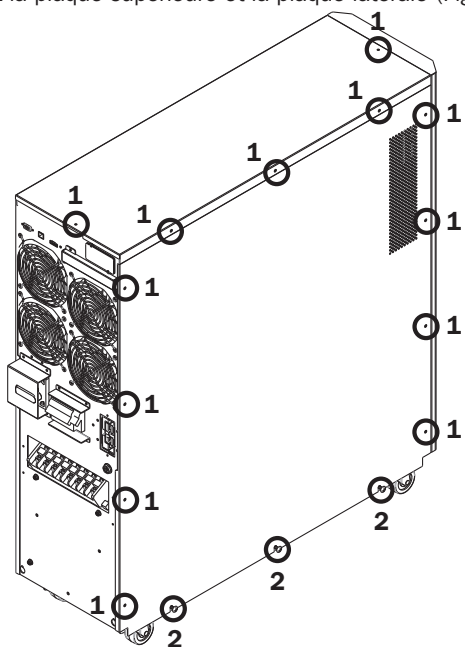

Figure 3-1
- 1) Retirez toutes les vis étiquetées #1 ; desserrez toutes les vis étiquetées #2 (Figure 3-1).